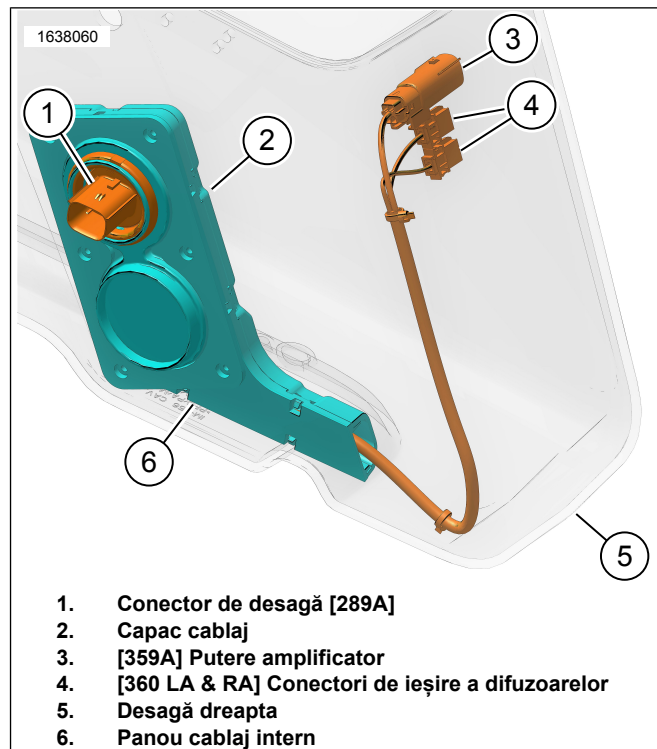
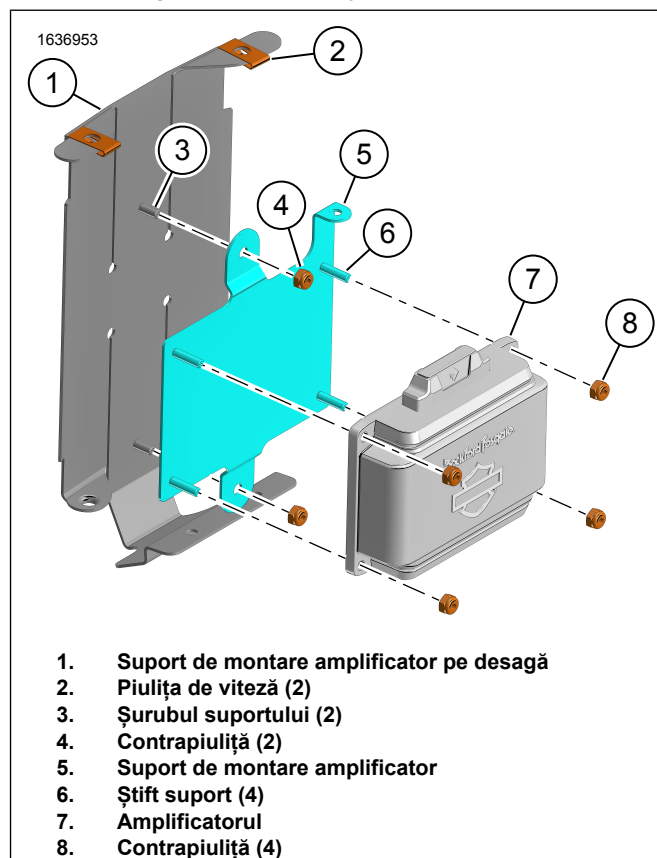
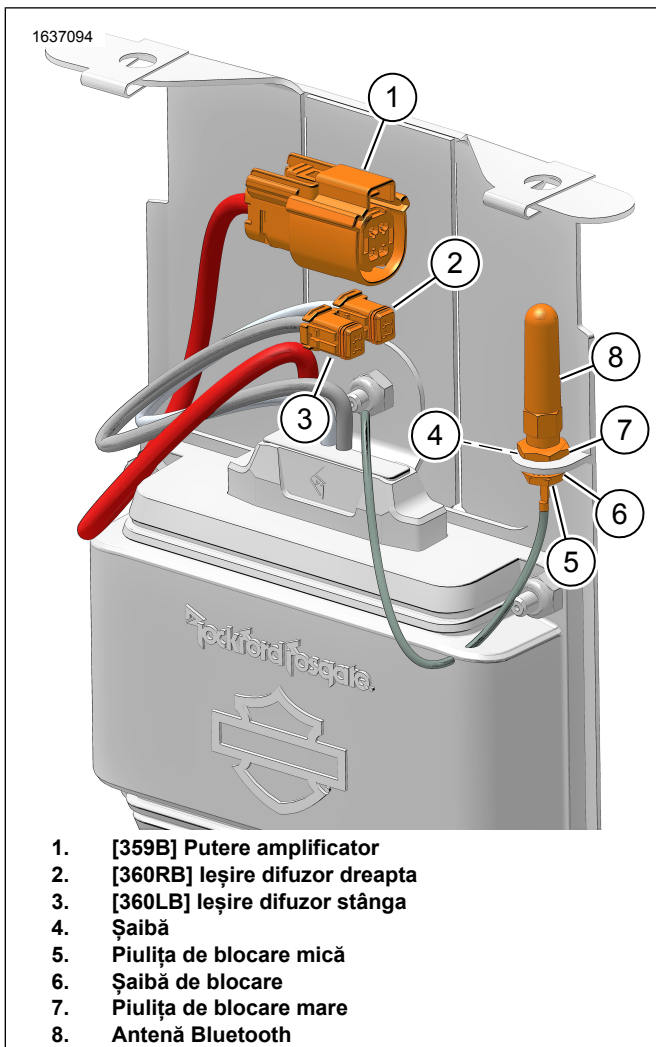

Figura 8. Fire cablaj intern 69202871
Figura 9. Suport de montare amplificator
Figura 10. Ansamblu amplificator
8. Figura 8 Montați cablajul intern de fire, așa cum se arată.
- a. Montați capacul cablajului de fire (2).
9. Figura 10 Asamblați antena.
- a. Instalați o șaibă de blocare mică (5) și o șaibă de blocare (4) la baza antenei.
- c. Montați șaiba (4) și contrapiulița mare (7). Strângeți ansamblul.
10. Figura 9 Asamblați suportul de montare a amplificatorului.
- a. Montați piulițele rapide (2).
- b. Montați suportul de montare amplificator (5) la bolțul suportului (3).
- c. Montați piulița de blocare (4). Strângeți.
- d. Montați amplificatorul (7).
- e. Montați piulița de blocare (4). Strângeți.
14. Consultați Figura 8 și Figura 10 . Conectați cablajul intern la ansamblul amplificatorului.
15. A se vedea figura 10. Conectați firele difuzorului din dreapta la ansamblul amplificatorului.
Consultați Figura 8 și Figura 10 . Conectați cablajul intern la ansamblul amplificatorului.